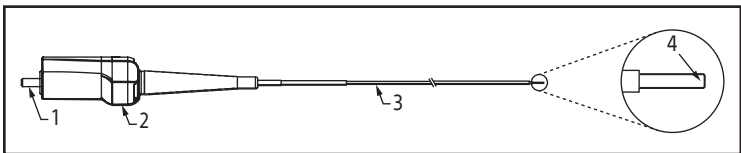
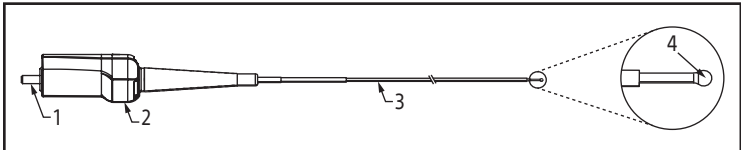

Abbildung 1. Flexiva Pulse ID-Laserfaser
Abbildung 2. Flexiva Pulse ID TracTip-Laserfaser
4. Distale Ausgangsspitze (Flache Spitze [Abb. 1] oder TracTip [Abb. 2])